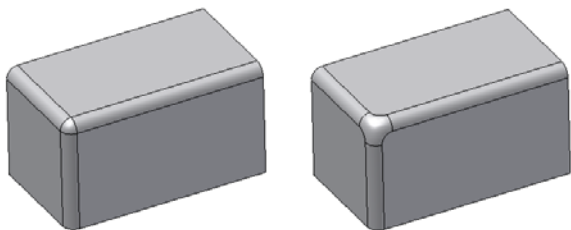

图 3-30 圆角的拐角样式
- 【在可能的位置使用球面连接】选项,设置圆角的拐角样式,选中该复选框可创建一个圆角,它就象一个球沿着边和拐角滚动的轨迹一样,清除该复选框,在锐利拐角的圆角之间创建连续相切的过渡,如图 3-30 所示。